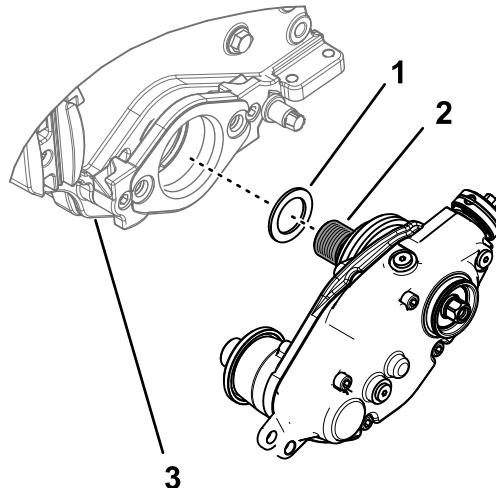

图8
- 如果疏草刀驱动箱安装在 Greensmaster 滚刀组的左侧应在滚刀适配器的螺纹上安装填隙垫圈 图8。